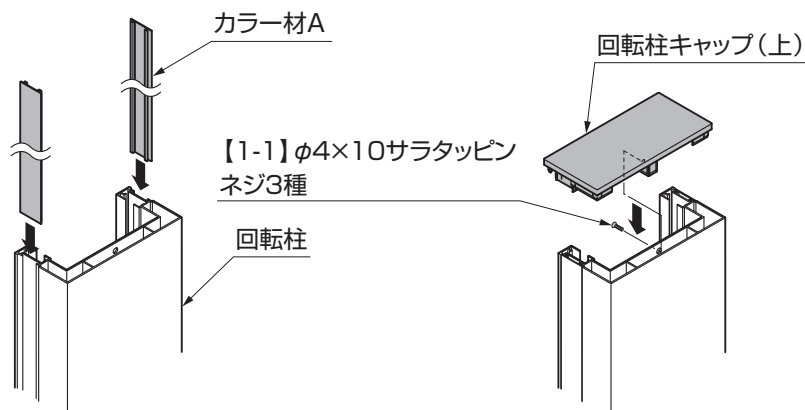

図7-1
- ①回転柱にカラー材Aを差込んでください。(図7-1参照)